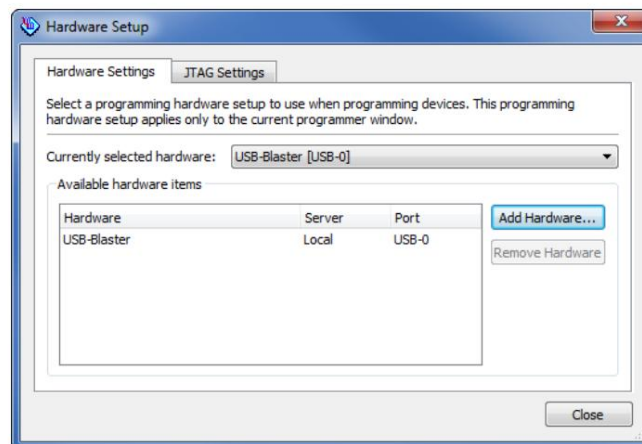

Figure 11. Configuration du matériel.
6. Pour que SignalTap II fonctionne, nous devons configurer correctement le matériel. Tout d'abord, assurez-vous que la carte série DE est branchée et sous tension. Dans la section Matériel de la fenêtre SignalTap II, située en haut à droite, cliquez sur Configuration pour afficher la fenêtre de la figure 11. Double-cliquez sur USB-Blaster dans le menu « Matériels disponibles », puis cliquez sur Fermer.